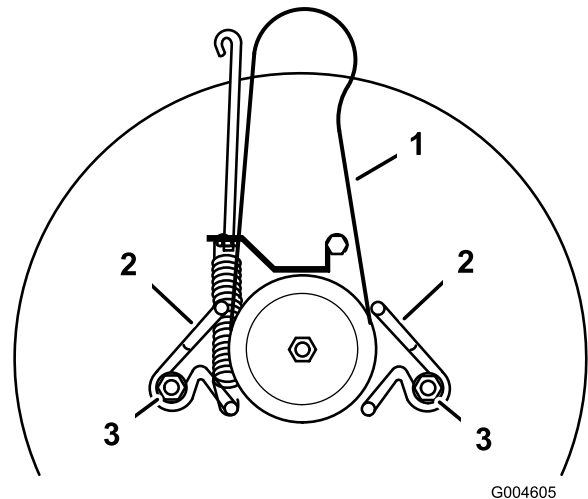

Figure 34
2. Desserrez les boulons de montage des guides de courroie et écarter les guides de la poulie (Figure 34).
1. Placez la courroie d'entraînement de la lame de rechange sur la poulie et dans les guides (Figure 34).
2. Réglez les guides de courroie à 3 mm de la poulie. Resserrez les boulons de montage (Figure 34).